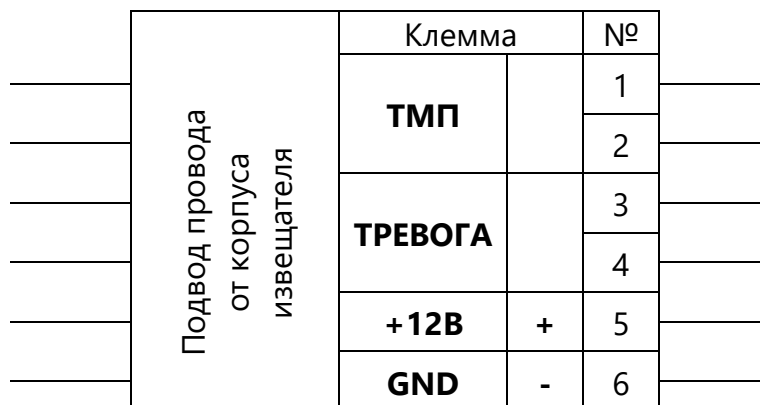

Рисунок 3. Внешние подключения извещателя.
- 8.22.8. Завести кабель через кабельный ввод в корпус коробки и подключить в соответствии со схемой подключений (см. Рисунок 3, стр. 11) и проектным решением.